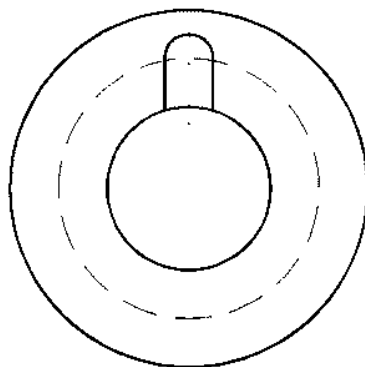

Рис. 4. Основные центральные окружности
2. Начертить круг из точки 1 (привязка – *Квadrant*) радиусом 8, и из крайних левой и правой точек этой окружности провести два отрезка (рис. 4). Затем обрезать часть круга между отрезками с помощью команды *Обрезать* на  панели *Редактирование*: